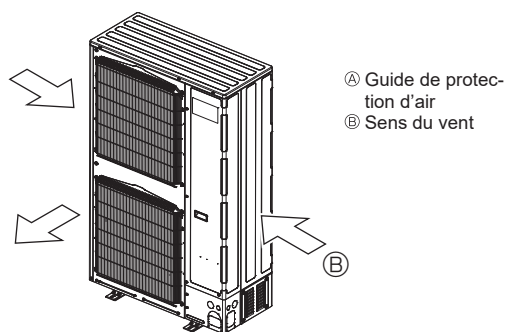

Fig. 2-18
- ③ Placer l'appareil de sorte que la sortie d'air souffle dans la direction perpendiculaire à celle des vents saisonniers, si celle-ci est connue. (Fig. 2-18)